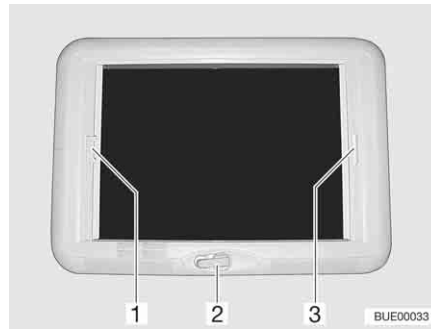

Fig. 91 Oblò a manovella
- Ruotare la manovella (Fig. 91,2) fino a quando non si incontra resistenza.
- Tirare la tendina oscurante pieghevole per la maniglia (Fig. 91,3) e rilasciarla alla posizione desiderata. La tendina oscurante pieghevole rimane in questa posizione.
- Tirare la protezione contro gli insetti per la maniglia (Fig. 91,1) verso la maniglia contrapposta della tendina oscurante pieghevole (Fig. 91,3) e farla innestare.
- Tirare la maniglia della protezione contro gli insetti (Fig. 91,1) dietro, verso l'alto, e sganciare la protezione contro gli insetti dalla tendina oscurante pieghevole (Fig. 91,3).